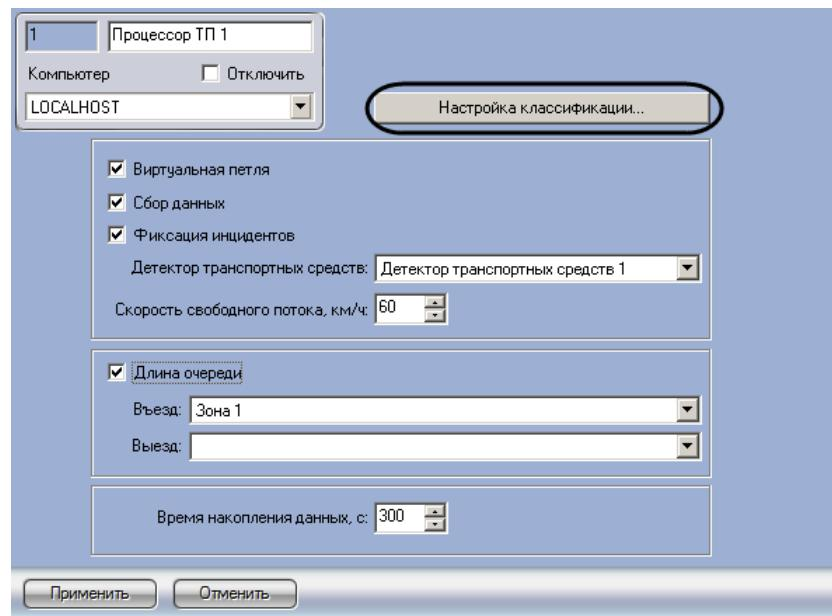

Рис. 7.7—12. Доступ к настройкам классификации транспортных средств
- Перейти на панель настройки объекта «Процессор ТП» (Рис. 7.7—12).
2. Нажать кнопку «Настройка классификации...» (см. Рис. 7.7—12).
3. В результате выполнения операции отобразится диалоговое окно «Настройка классификации ТС» (Рис. 7.7—13).